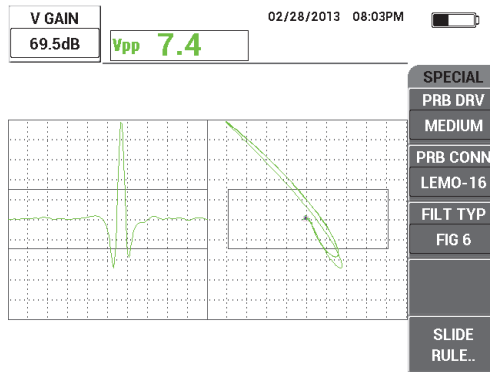

図 5-65 垂直ゲインの調整
8. ゲインキー (**dB**) を 2 回押し、ノッチの信号が画面の高さ（垂直に 100%）に達するまで **V ゲイン** を上げます（177 ページの図 5-65 を参照）。